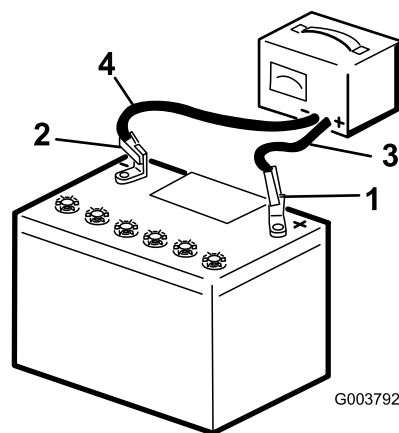

Figura 129
5. Conecte el cable positivo del cargador de la batería al borne positivo de la batería (Figura 129).
6. Conecte el cable negativo del cargador de la batería al borne negativo de la batería (Figura 129).
8. Cuando la batería esté completamente cargada, desconecte el cargador de la fuente eléctrica, luego desconecte los cables del cargador de los bornes de la batería (Figura 129).